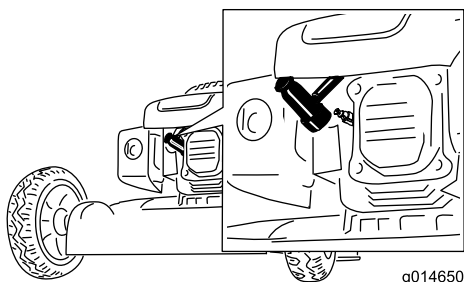

Figure 35
2. Débranchez le fil de la bougie (Figure 35) avant de procéder à un quelconque entretien.